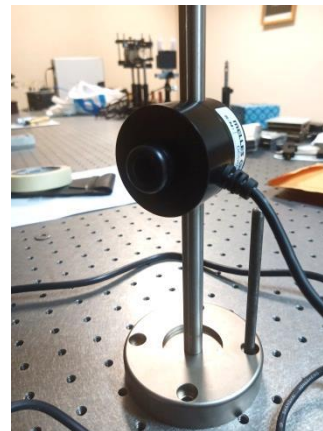
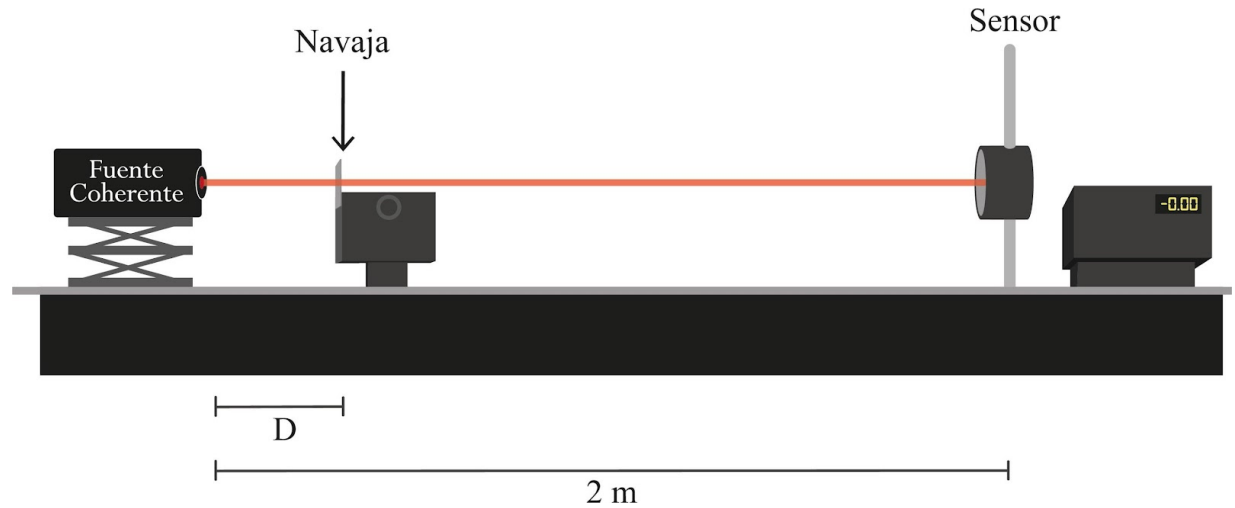

Figura 3. A) Interfaz del medidor de potencia y energía correctamente calibrada. B) Sensor de Potencia y energía.
Figura 4. Esquema del sistema ensamblado correctamente.
1. Colocar un láser He-Ne sobre un gato mecánico y colocar un medidor de potencia y energía 13PEM001/J a una distancia de 2 m desde la salida del haz de luz láser, configurando la interface analógica/digital en unidades de mW y el renglo en “3” (Esto debido a que en general los láseres de He-Ne no sobrepasan los 5 mW de potencia), es importante que el offset de la interfaz marque 0.00 cuando el láser no incida sobre él, para ello tape la entrada de luz del sensor y gire la perilla de offset hasta que la pantalla digital marque 0.00 (Figura 3.A).
2. Mediante el uso de un nivel de gota alinear el láser para que el haz no varíe de forma vertical mientras nos alejamos de la fuente ajustando la entrada del sensor (Figura 3.B) de forma que el haz incida completamente sobre él, ver figura 4.
3. Colocar una navaja de afeitar convencional en el borde de una base micrométrica y ubicar a una distancia $D=10$ cm con respecto a la salida de luz cuidando que el borde de la navaja coincida con el borde del haz de luz láser (Figura 4).